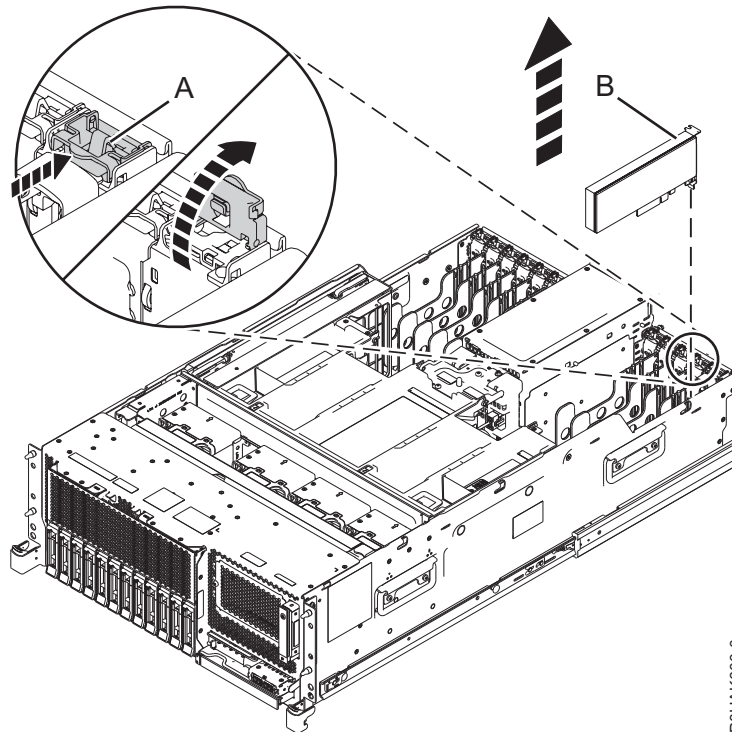
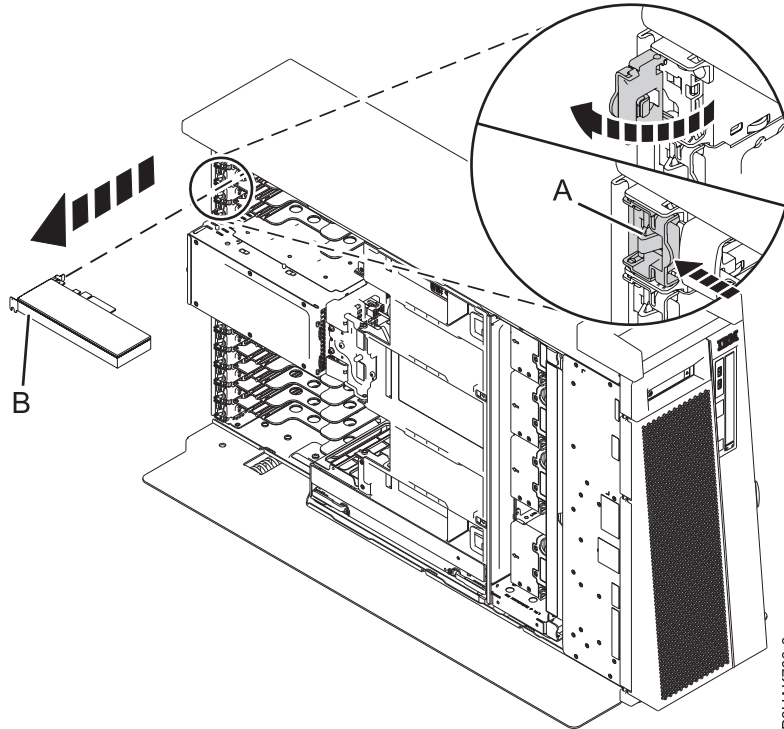

Figura 50. Extracción de un adaptador PCIe de un sistema montado en bastidor
Figura 51. Extracción de un adaptador PCIe de un sistema 8286-41A autónomo
2. Para establecer el pestillo del adaptador (**A**) en la ranura de destino en la posición de abierto, gire el pestillo (**A**) en la parte posterior del sistema, en la dirección que se muestra en la Figura 50 y Figura 51 en la página 59.
3. Sujete con cuidado el adaptador (**B**) por el borde superior o la contrapunta, y extráigalo de la ranura, como se muestra en la Figura 50 y Figura 51 en la página 59.